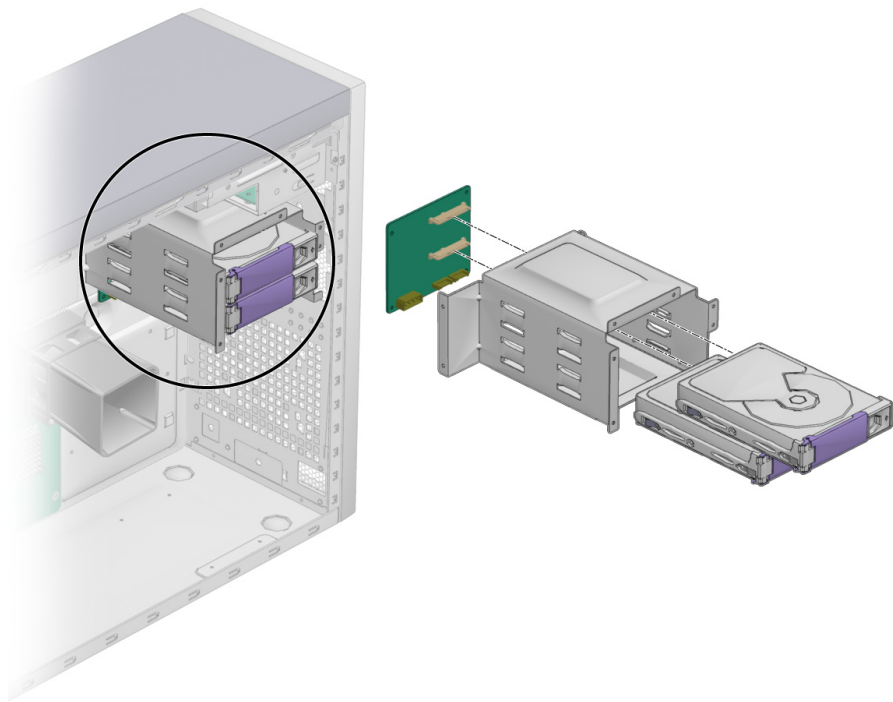

图 4-7 SATA 背板位置
1. 关闭系统背面板上的电源按钮并打开机箱，找到机箱内的 SATA 背板（参见图 4-7）。